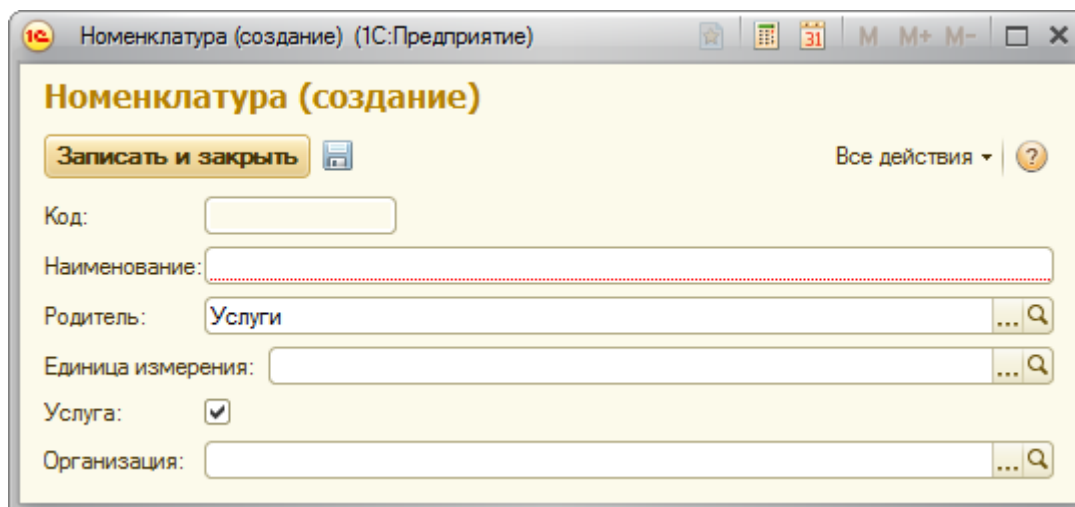

Рисунок 6.8- Результат заполнения реквизита **Услуга** на основании параметров элемента родителя
7. Опробуем решение в пользовательском режиме, можно заметить, что, во-первых, структура `ДанныеЗаполнения` действительно теперь содержит ключ **Услуга** со значением **Истина**, а так же то, что элементы, создаваемые в группе с установленным флагом **Услуга**, имеют данный реквизит в установленном положении, Рисунок 6.8.